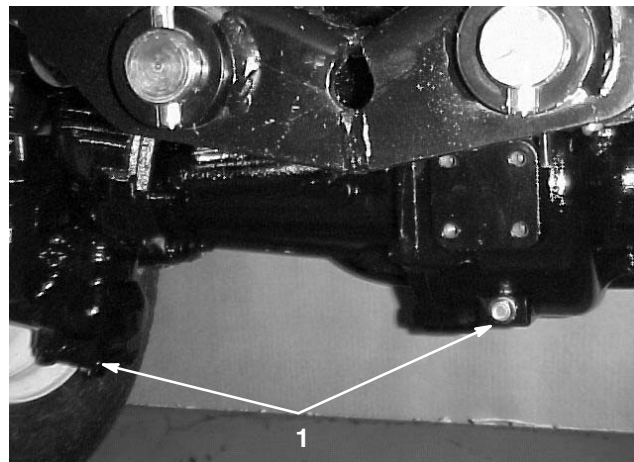

Figure 71
2. Nettoyez la surface autour des 3 bouchons de vidange, 1 à chaque extrémité et 1 au centre (Fig. 71).